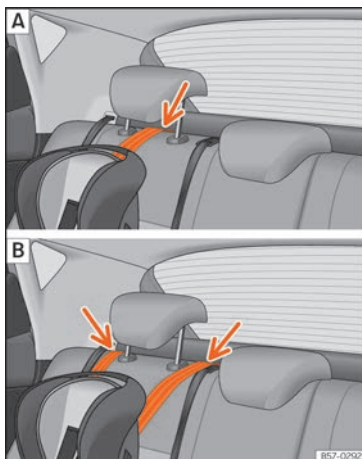

Fig. 38 Cinghia di fissaggio: regolazione e montaggio in base alla cintura Top Tether.
- Posizionare la cinghia sotto il poggiatesta del sedile posteriore »» fig. 38 (in base alle istruzioni dello seggiolino stesso, alzare o rimuovere il poggiatesta, se necessario).